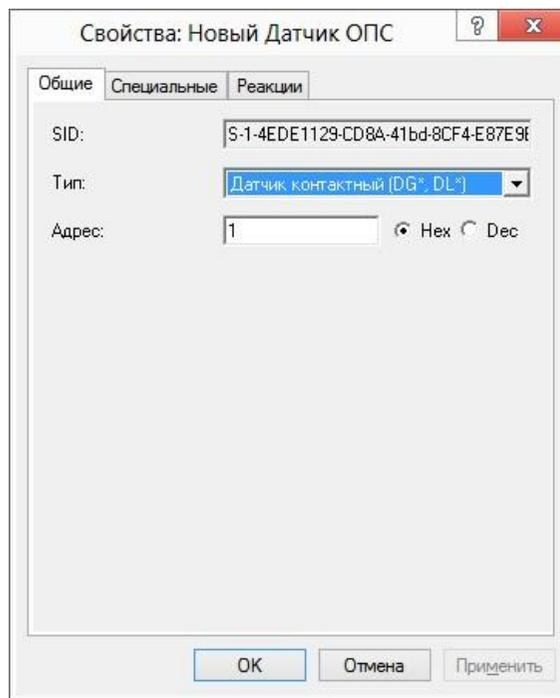

Рисунок 34
- В появившемся окне (Рисунок 34) укажите **Тип** согласно назначению микрочипа в системе.